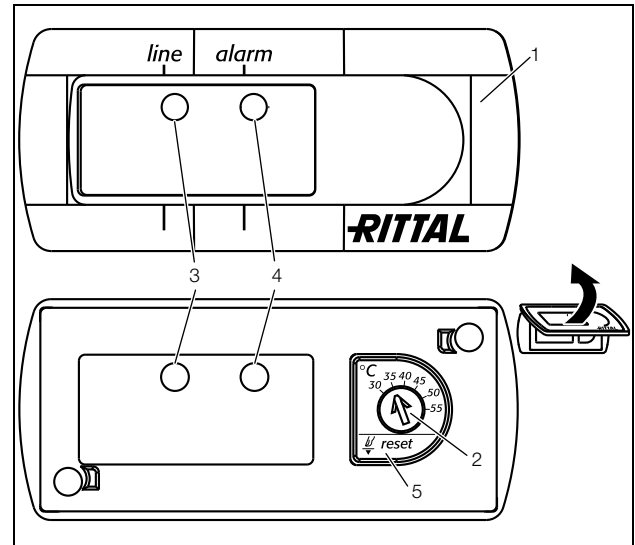

Abb. 28: Basiscontroller
- Stellen Sie die gewünschte Solltemperatur am Solltemperatur-Einsteller (Abb. 28) ein.
- Drücken Sie die Reset-Taste (Abb. 28, Pos. 5) für mind. 3 Sek.